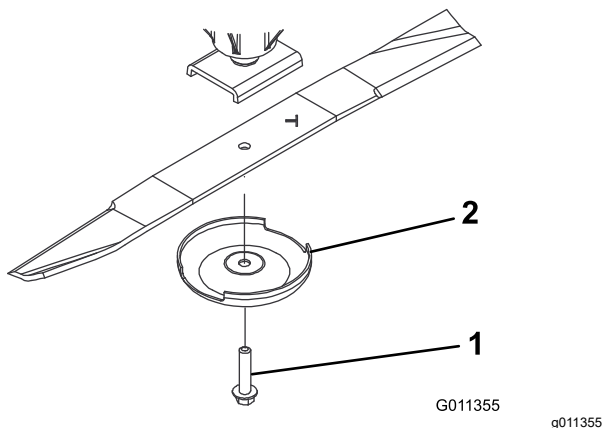

Figura 85
3. Retire del eje de la cuchilla el perno de la cuchilla, el protector de césped y la cuchilla (Figura 85).